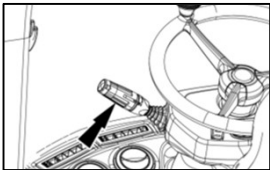

Fig. 3
3. Stellen Sie den Geschwindigkeitswahlschalter auf die Position "D" (DRIVE – Abb. 3). Dies ermöglicht alle verfügbaren Geschwindigkeitsbereiche, sodass das System automatisch entscheiden kann, wann das Drehmoment für mehr Schubkraft priorisiert wird und wann es die Fahrgeschwindigkeit priorisieren soll. All dies geschieht ohne die typischen "Schaltstoßdämpfer" herkömmlicher Powershift-Getriebe.